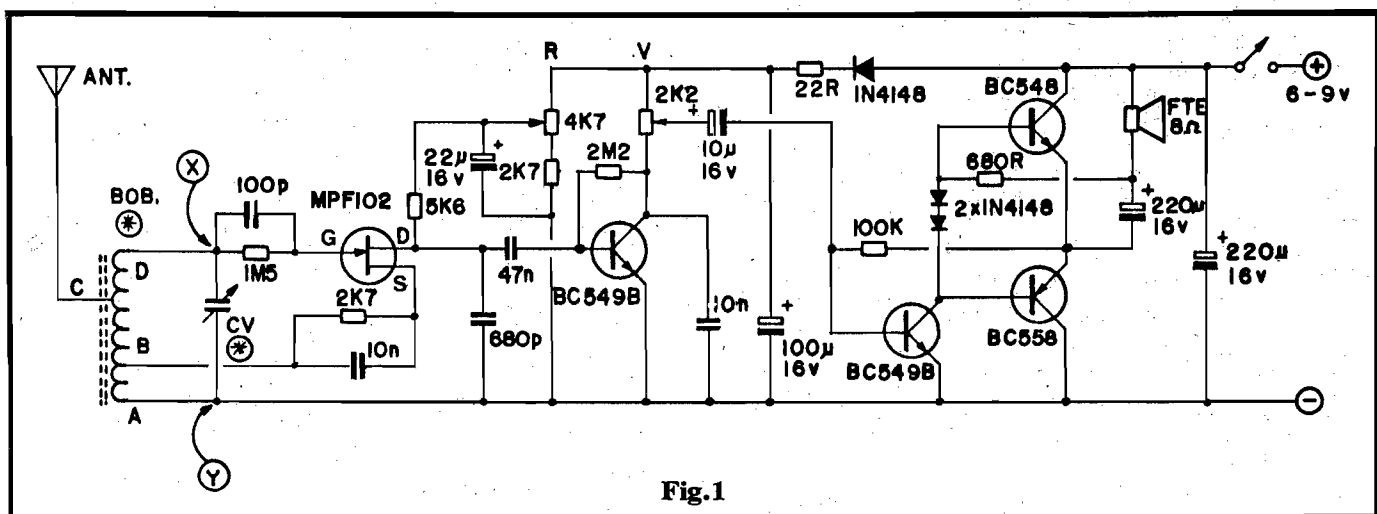

Fig.1
- FIG. 1 - O CIRCUITO - Analisando o diagrama do REX-MF no sentido "convencional" (da esquerda para a direita), inicialmente encontramos o módulo de sintonia, formado pela bobina (BOB) e pelo capacitor variável (VC). Desde já avisamos que **todo** o di-